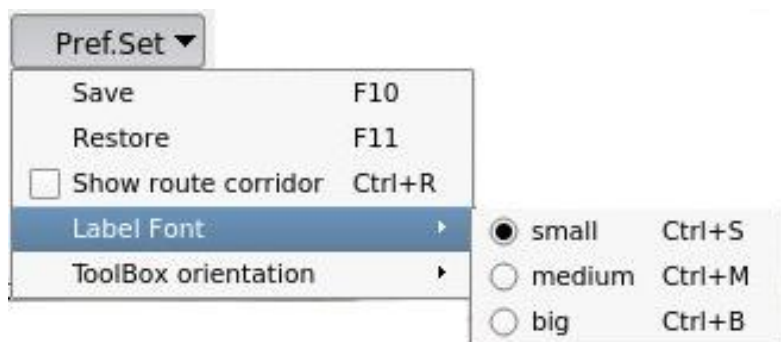

Рисунок 5.17 – Примеры **меню**
- динамическое меню, открывающееся по вызову пользователя. Примером меню такого типа является стандартное меню (см. рисунок 5.17).